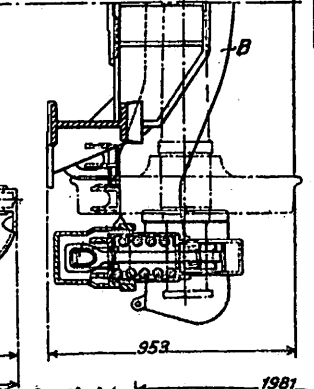

Abb. 9. Seitenansicht.
**Abb. 9 und 10.
Abb. 9 bis 13. Drehscheiben mit überstehenden Schienenenden.